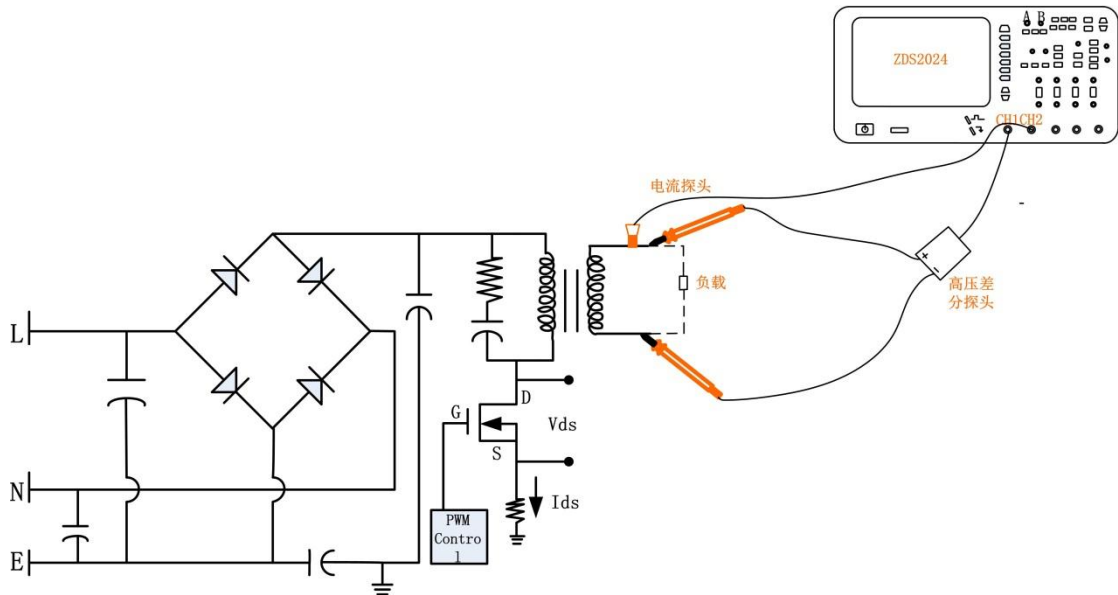

图 7.12 探头与电路连接示意图
(1)、示波器与探头连接示意图如图 7.12 所示。输出端信号接入到示波器中，其中通道 1 接高压差分探头，通道 2 接电流探头。（注意：若输出电压较大可选用高压差分探头，若输出电压较小使用普通探头即可）